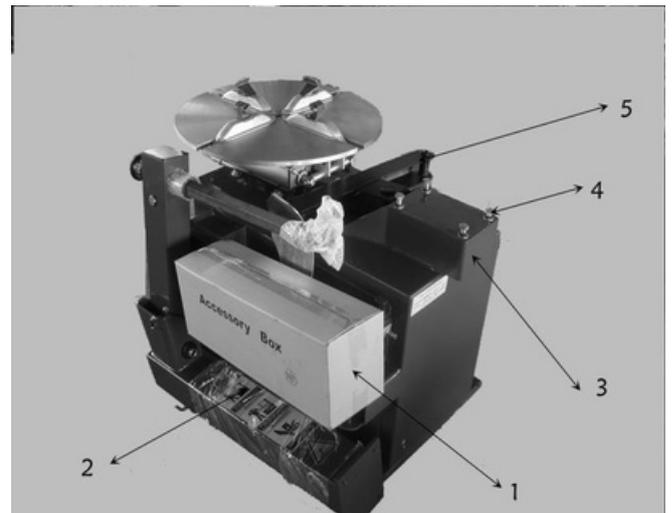

Fig. 4-1
Comme indiqué dans la Fig. 4-1, déballez le carton d'emballage et prenez
**4.2.6 Positionner l'ensemble colonne sur le corps avec le bâton d'avertissement orienté vers. Resserrez le boulon, rondelle plate et rondelle élastique retirés montré dans la Fig.4-1 uniformément. Le couple de serrage est de 70 N·M.**